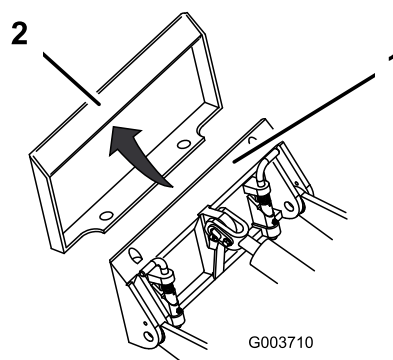

Figura 15
4. Posizionate la piastra di montaggio sul bordo superiore della piastra ricevente dell'attrezzo (Figura 15).